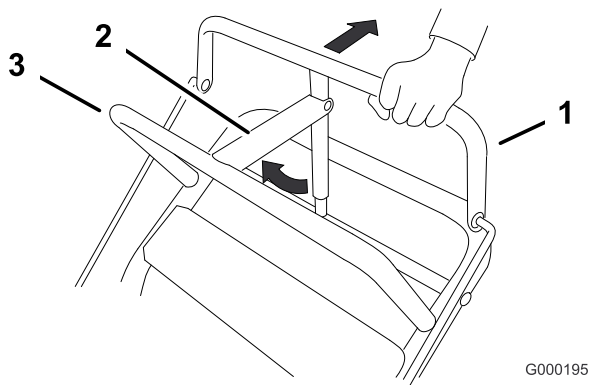

Figure 7
1. Tirez la barre de commande supérieure en arrière et maintenez-la dans cette position (Figure 7).
2. Soulevez le dispositif de verrouillage du frein de stationnement et relâchez progressivement la barre de commande supérieure. Le dispositif de verrouillage du frein doit rester bloqué (verrouillé) en position (Figure 7).